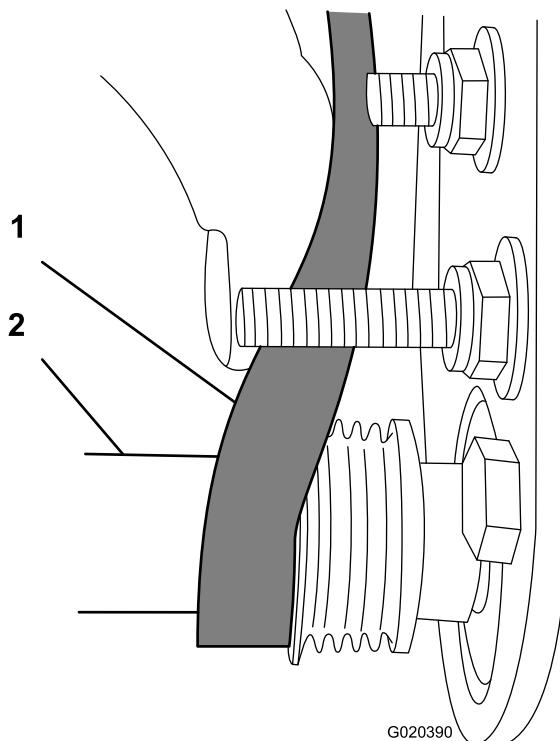

Bild 25
- Drehen Sie die Bürste mit einem Sechskantschlüssel (9/16") und verlegen Sie den Riemen auf der Antriebsriemenscheibe (Bild 25).